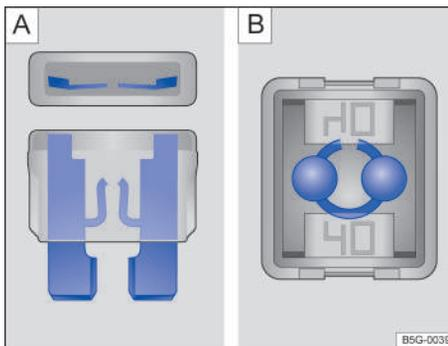

Fig. 210 Fusible quemado: **A**: fusible plano, **B**: fusible de bloqueo.
- Un *fusible plano* (ATO®, MINI®) quemado es reconocido desde arriba o desde el costado por la carcasa transparente en las bandas metálicas derretidas → fig. 210 [A].
- Un *fusible de bloqueo* (JCASE®) quemado es reconocido por las bandas metálicas derretidas desde arriba de la carcasa transparente → fig. 210 [B].